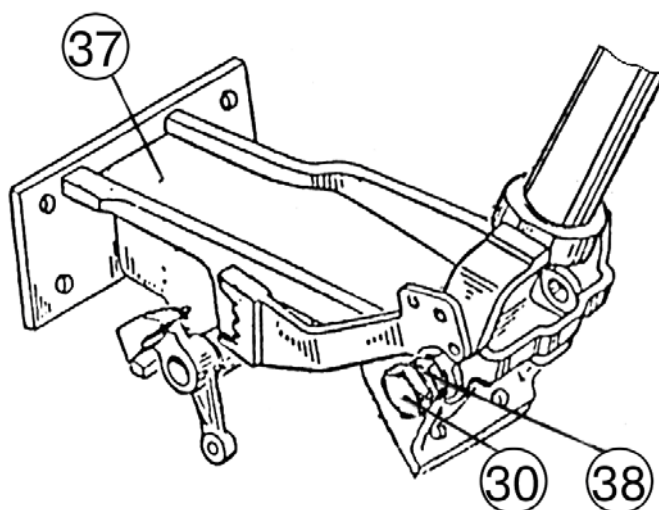

Рис.6.9
13) отверните ключом $S = 27$ мм гайки (38), (рисунок 6.9) с обеих сторон кронштейна (37) на 1-2 оборота, а затем отверните винты (30);